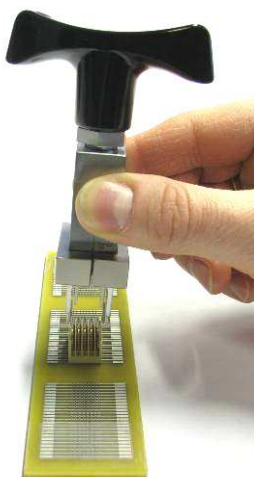

Abbildung 12
2. Jetzt wird das Abziehwerkzeug von oben auf die zu entfernende Messerleiste gesetzt bis die Rastnasen der Greifbleche seitlich im Stecker verrasten (siehe Abbildung 12, 13 und 14).